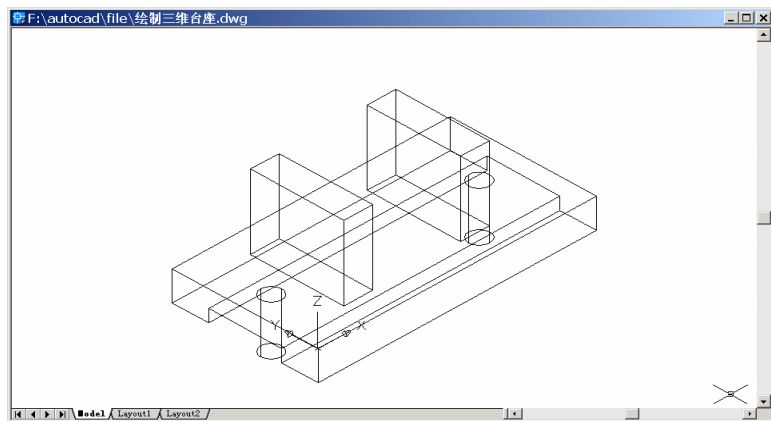

图 27.15 变换视图
(11) 用 VIEW 命令变换视图为 Southwest Isometric (西南视图)，结果如图 27.15 所示。